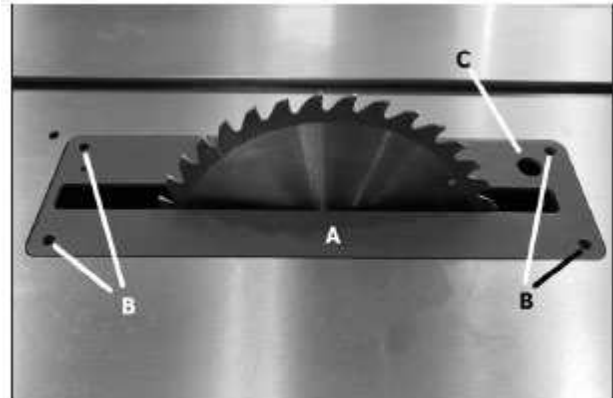

Рис. 26
1. Вставка стола (рис. 26, А) всегда должна быть вровень с поверхностью стола.
3. Выравнивание вставки стола следует производить четырьмя угловыми регулировочными винтами (рис. 26, В) по мере надобности и с повторной проверкой.
4. Во вставке стола предусмотрено отверстие для пальца (рис. 26, С) для облегчения ее извлечения.